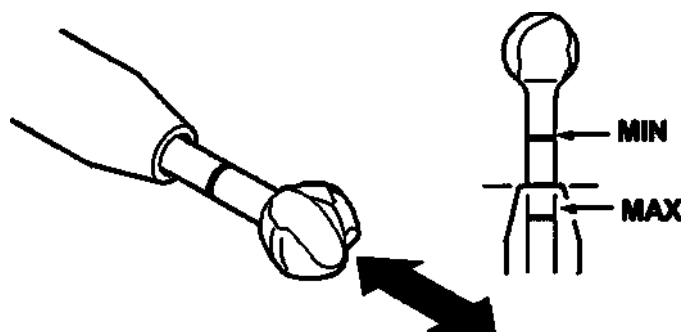

Рисунок 6 – Отрегулируйте выступ режущей принадлежности
6. Задвиньте или выдвиньте режущую принадлежность для выбора предпочтительного выступа (Рисунок 6). При совмещении с наконечником трубки с носиком метки на валу режущей принадлежности указывают на ее минимальный (MIN) и максимальный (MAX) выступ.